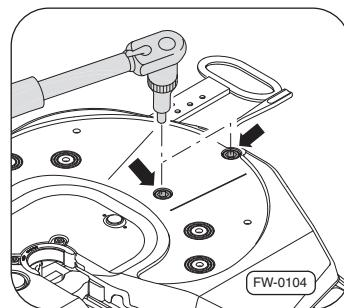

Fig. 24 · Démontage de la sellette d'attelage de la fixation du palier du sabot d'appui
2. Retirer les vis (4x) →Fig. 24, –flèche– de la fixation du sabot d'appui à l'aide d'un outil approprié et les mettre au rebut.